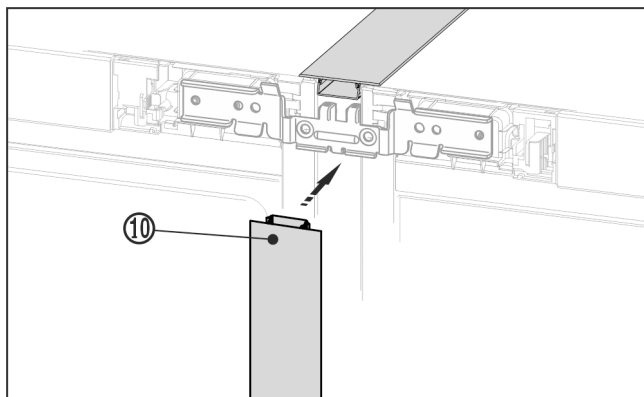

Fig. 23
- ▶ Në pjesën e përparme, ngjishni shiritin mbulues Fig. 23 (10) të gjatë në hapësirën vertikale. Këtu bëni kujdes që shiriti të qëndrojë në llamarinën e bashkimit.